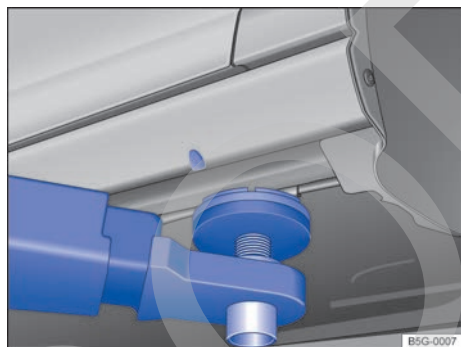
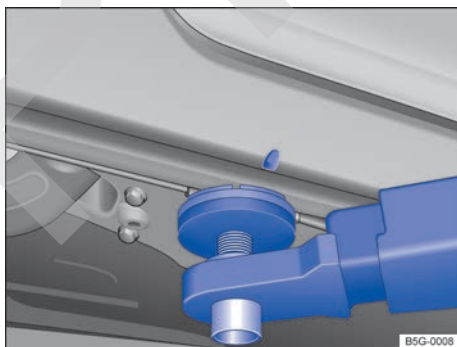

Fig. 194 Punto de apoyo en la parte delantera para elevar el vehículo con la plataforma elevadora o el gato.
Fig. 195 Punto de apoyo en la parte trasera para elevar el vehículo con la plataforma elevadora o el gato.
El vehículo solo se deberá elevar por los puntos que se muestran en las figuras ⇒ fig. 194 y ⇒ fig. 195. Si el vehículo no se eleva por los puntos indicados, podría sufrir daños ⇒  y causar lesiones graves ⇒ .
- El vehículo solo se deberá elevar por los puntos que se muestran en las figuras ⇒ fig. 194 y ⇒ fig. 195. Si el vehículo no se eleva por los puntos indicados, podría caerse de la plataforma, por ejemplo, al desmontar el motor o la caja de cambios.